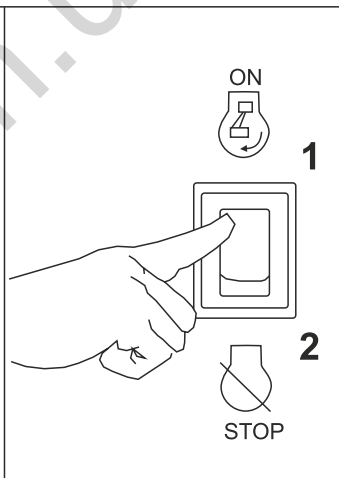

Рис. 5
- Переведите выключатель двигателя в положение **2** «STOP» («ВЫКЛ»)(рис.5)